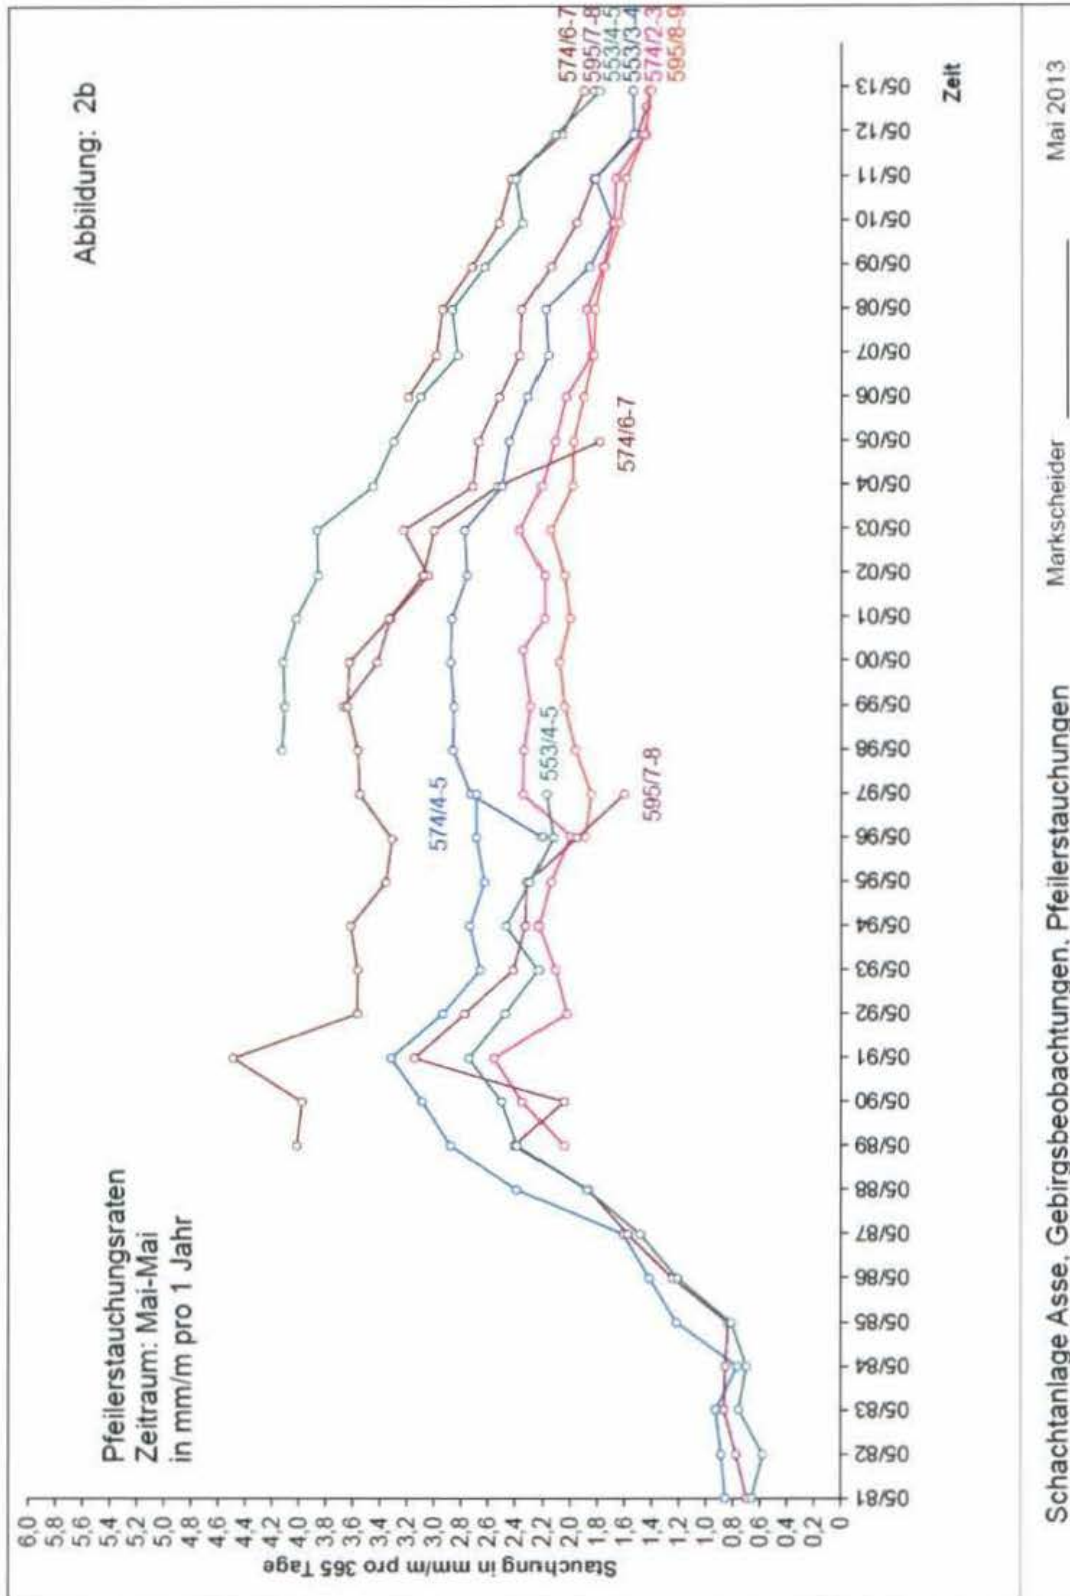

Abbildung 2b: Pfeilerstauchungsraten 553- bis 595-m-Sohle [mm/(m\*a)]
- Abbildung 2b: Pfeilerstauchungsraten 553- bis 595-m-Sohle [mm/(m\*a)]